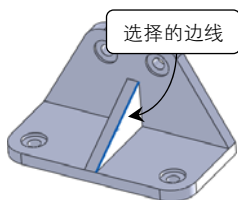
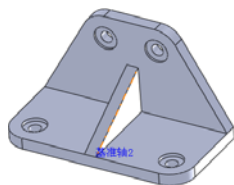

图 3-21 选择某一边线
图 3-22 生成的基准轴
- 03 单击选择【一直线/边线/轴】按钮，选择零件的某一边线，如图 3-21 所示。单击对话框中【确定】按钮，生成如图 3-22 所示的基准轴。